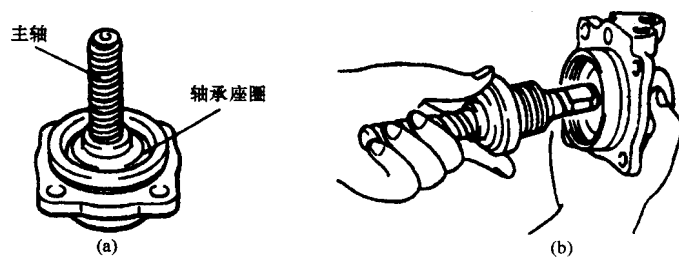
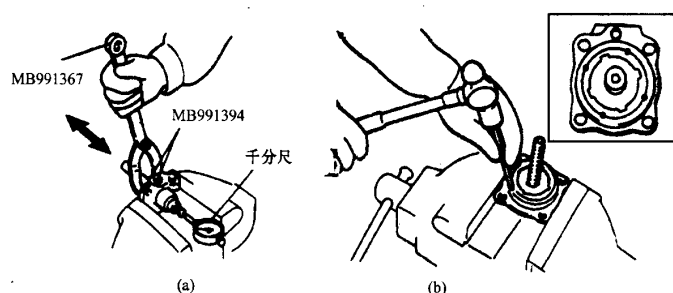

图7-20主轴的拆卸与连接
图7-21主轴轴向间隙的调整
(3) 主轴的分解、装配与调整。如图7-20所示，拆下主轴时，边推轴承座圈边将其拆下，不要让钢球掉落；安装主轴时，在压轴承座圈的同时，将主轴连接到阀壳上，使钢球不落下。如图7-21所示，慢慢地拧紧螺母，将主轴的轴向间隙调整到标准值，其值为0.03 mm以下；用冲头把锁紧螺母的圆周卷起以固定住锁紧螺母，检查主轴转动是否灵活。